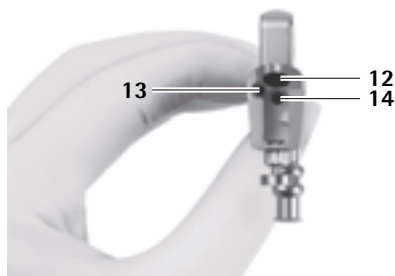

Fig. 1
- el obturador para el canal de trabajo oval 7 en el canal de trabajo 12, ver Fig. 1.
El líquido de irrigación se vierte por un canal de trabajo grande 12 y un canal de trabajo pequeño 13, ver Fig. 1.